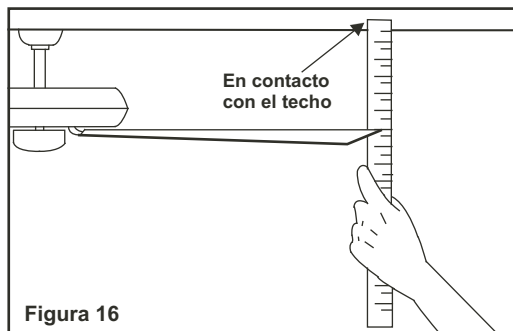

Figura 16
2. La mayoría de los problemas de oscilación se originan cuando los niveles de las aspas son desiguales. Revisar este nivel por medio de seleccionar un punto del techo por encima de la punta de una de las aspas. Medir esta distancia como se muestra en la Figura 16. Rotar el ventilador hasta que la siguiente aspa esté ubicada para medición. procedimiento para cada aspa. Las mediciones repetidas deben mantenerse dentro de 1/8 pulgadas (3mm).